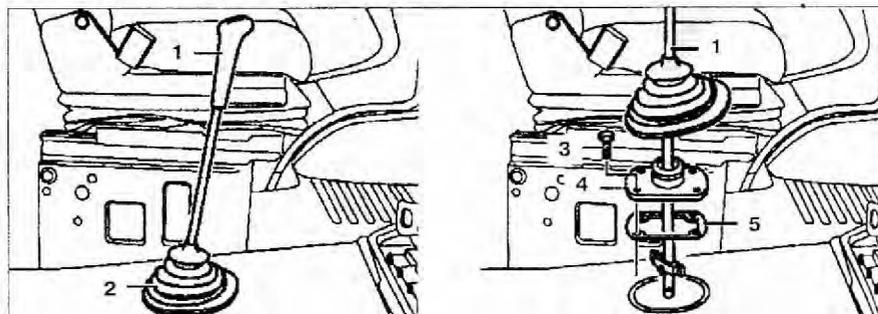

Рис. 4.63. Рычаг переключения передач:
1. Снимите чехол 2 с рычага 1 (рис. 4.63).